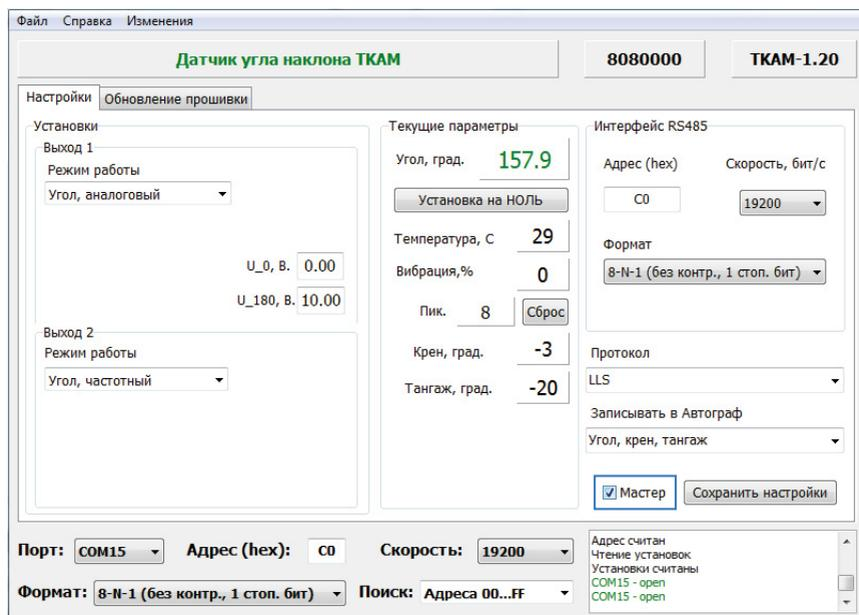

Рис.25. Включение настройки «Мастер».
- Установить галочку «Мастер» (Рис.25).